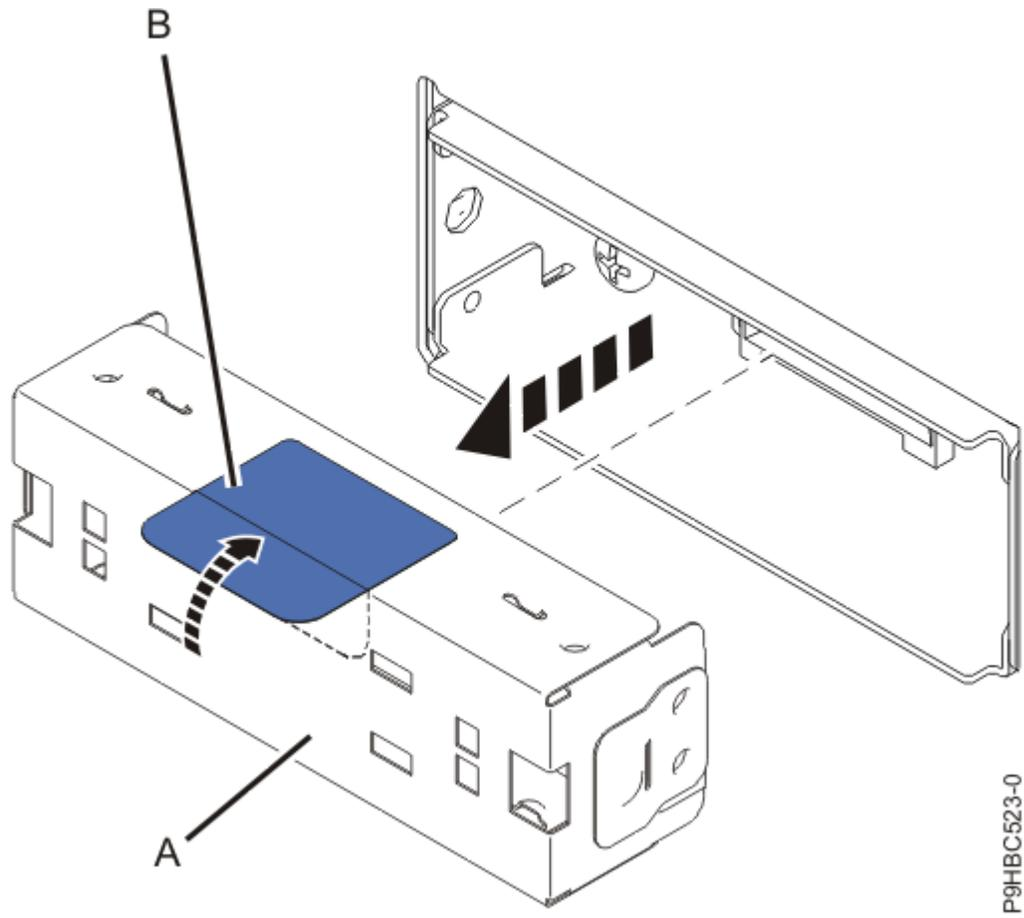

Figura 44. Extracción del panel de relleno
2. Si lo necesita, extraiga el panel de relleno **(A)** utilizando la pestaña **(B)** tal como se muestra en la Figura 44 en la página 46.